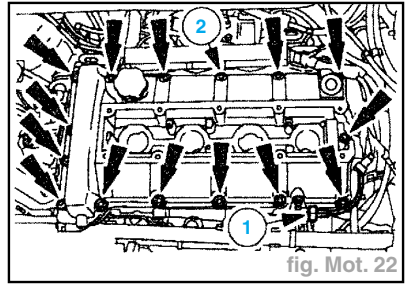

fig. Mot. 22
- Déposer le couvre-culasse (fig. Mot. 22) :
- débrancher le connecteur du capteur de position d'arbres à cames (capteur CMP) (1),
- vis et écrous (2).